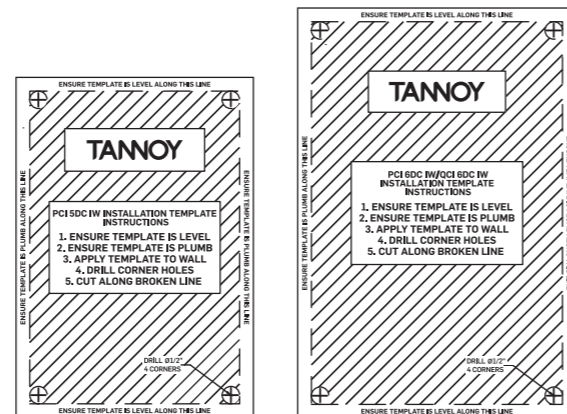
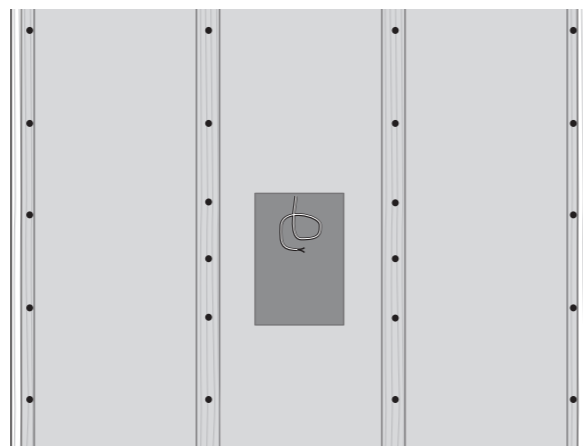

Fig. 1. Cutout Templates
Fig. 2. Drywall Cutout centered between Wall Studs
- Verwenden Sie die mitgelieferten Ausschnittschablonen (Abb. 1) an der gewünschten Stelle und schneiden Sie mit einem geeigneten Handwerkzeug vorsichtig ein Loch in die Trockenbauwand aus. Entfernen Sie Staub und Schmutz aus dem Loch (Abb. 2).